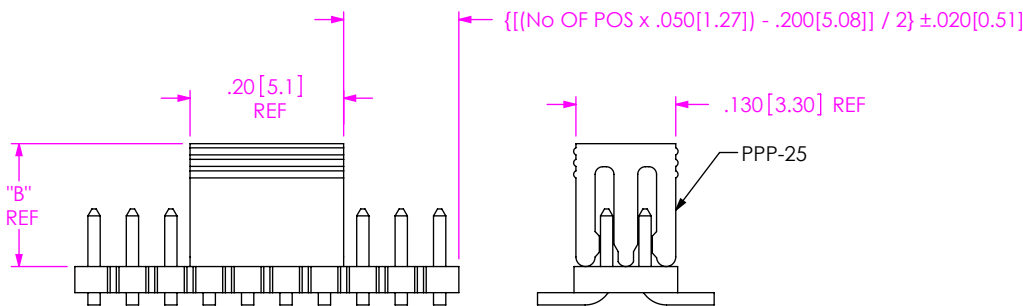

**FIG 4**
- SA: END SHROUDS W/ ALIGNMENT PINS (SEE FIG 4, SHT 2 & FIG 8, SHT 3) (LEAD STYLE -02 & -03 ONLY) (05 POS MINIMUM, 46 POS MAXIMUM) (SEE NOTES 6 & 7)